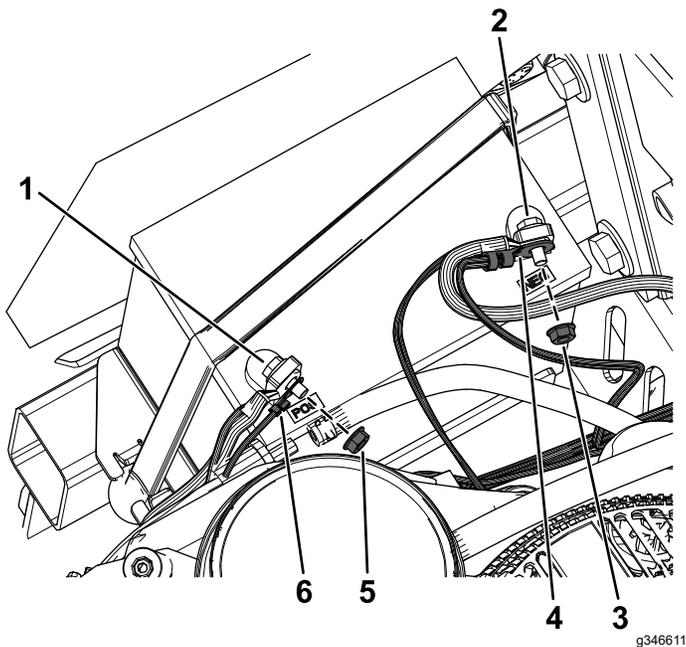

Bild 19
5. Entfernen Sie die Mutter vom Pluspol der Batterie und installieren Sie die Plus-Ringklemme des Kabelbaums auf der Schraube (Bild 19).
6. Befestigen Sie die Plus-Ringklemme mit der zuvor entfernten Mutter (Bild 19).
8. Entfernen Sie die Mutter vom Minuspol der Batterie und installieren Sie die Minus-Ringklemme des Kabelbaums auf der Schraube (Bild 19).
9. Befestigen Sie die Minus-Ringklemme mit der zuvor entfernten Mutter (Bild 19).